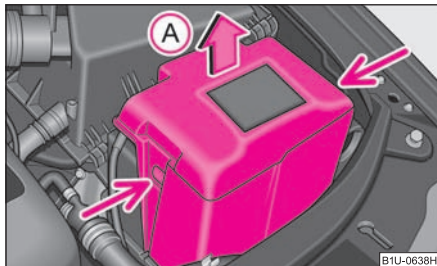

Fig. 150 Vano motor: Batería
- Pulse los enclavamientos en los lados de la cubierta de batería ⇒ fig. 150 y retire la cubierta hacia arriba; véase la flecha (A).